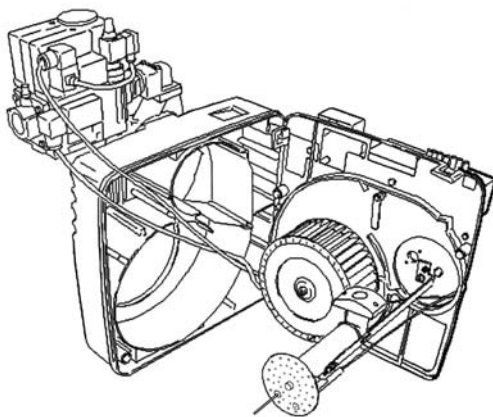

Fig. 23
- Fixați capacul demontat pe carcasa arzătorului (Fig. 23, 24)